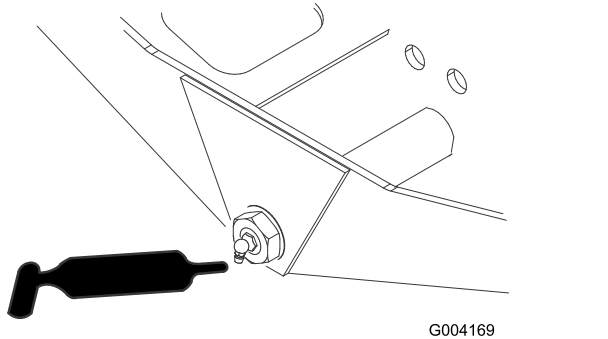

Figure 63
- Pivot de direction d'essieu (1) – Figure 63